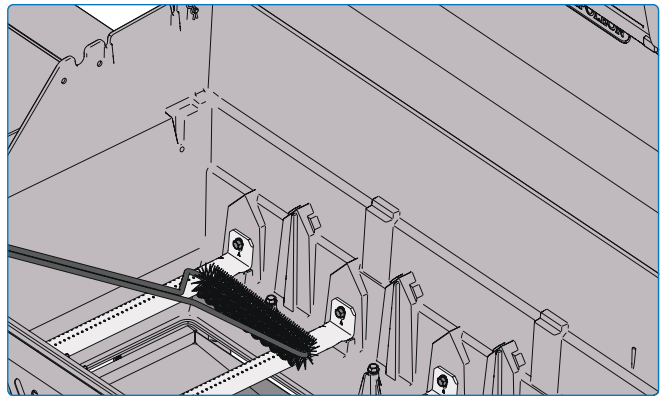

Fig. 21
5. Barra todos los restos que queden dentro de la parrilla hacia la bandeja de goteo (**Fig. 21, 22**).